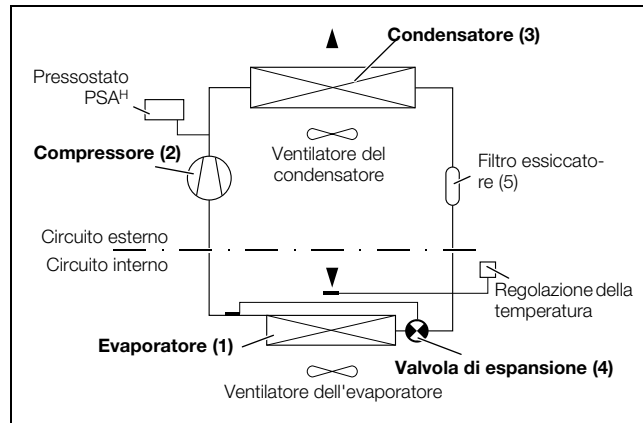

Fig. 2: Circuito frigorifero
Il condizionatore (impianto di raffreddamento a compressore) è costituito da quattro componenti principali (vedere fig. 2): evaporatore (1), compressore per fluido refrigerante (compressore) (2), condensatore (3) e valvo-